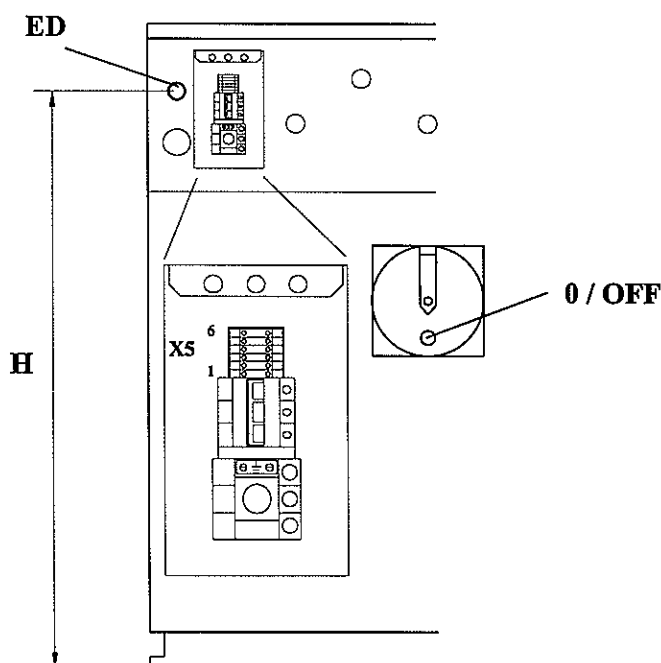

fig. 16
The supply wire can be armoured or separate insulated conductor, protected by a rigid and resistant pipe and fixed to the hole **ED** (fig. 16/17) at the washer inlet by a safety union (Refer to dimensions at the Connection Technical Sheet of the corresponding model).
El conductor de alimentación puede ser de cable manguera o conductores unifilares. En ambos casos, debe protegerse con un tubo de conducción, resistente a la tracción, al aplastamiento y a los impactos. Este tubo debe fijarse al orificio **ED** (fig.16/17) de entrada a la lavadora mediante una unión segura. (Ver cotas en Hoja Técnica de Conexión del modelo correspondiente)
Le câble d'alimentation peut être en câble gainé ou des câbles unifilaires. Dans les deux cas, il faut le protéger avec un tuyau de conduction, résistant à la traction, à l'écrasement et aux coups, et fixé à l'orifice **ED** (fig. 16/17) d'entrée à la machine à laver par un raccord sûr. (Voir dimensions sur la Feuille Technique de Raccordement du modèle correspondant).
- Secure the wire guard in the hole **ED (fig.16)** and insert the wire inside the terminal block.
- Connect the supply wire to terminals **X5, (fig. 16)**, refer to enclosed table, depending on the type of washer control.
- Fijar el protector del conductor en el orificio **ED (fig. 16)** e introducir el conductor en el interior de la caja de bornes.
- Conectar el conductor de alimentación a los bornes **X5, (fig. 16)**, según tabla adjunta, dependiendo del tipo de control de la lavadora.
- Fixer le protecteur du câble sur l'orifice **ED (fig. 16)** et introduire le câble à l'intérieur du boîtier de bornes.
- Connecter le câble d'alimentation aux bornes **X5, (fig. 16)**, suivant le tableau ci-joint, et d'accord au type de contrôle de la machine.